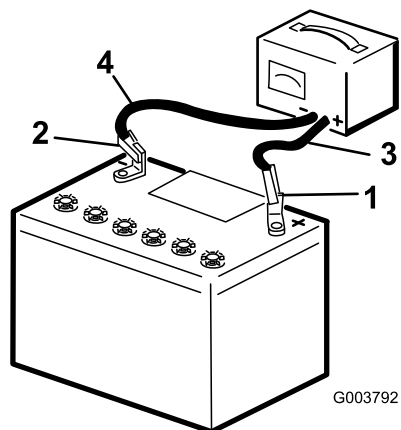

Рисунок 38
3. Заряжайте аккумулятор в течение 10-15 минут током 25-30 Ампер, или 30 минут током 4-6 Ампер (Рисунок 38). Не допускайте избыточного заряда аккумулятора.
- После полного заряжения аккумулятора отсоедините зарядное устройство от электророзетки и штырей аккумулятора (Рисунок 38).